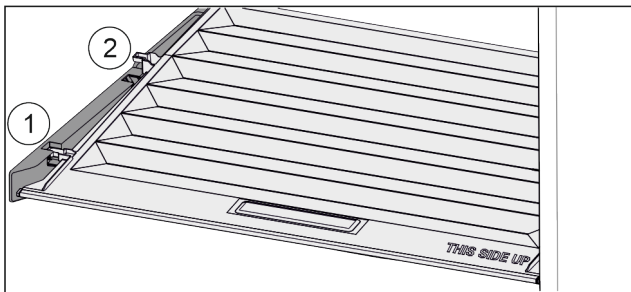

Fig. 114
- ▶ Veko potiahnite dopredu až k otvoru v prídržných dieloch Fig. 114 (1).
- ▶ Vzadu ho nadvihnite zospodu a zložte smerom nahor Fig. 114 (2).